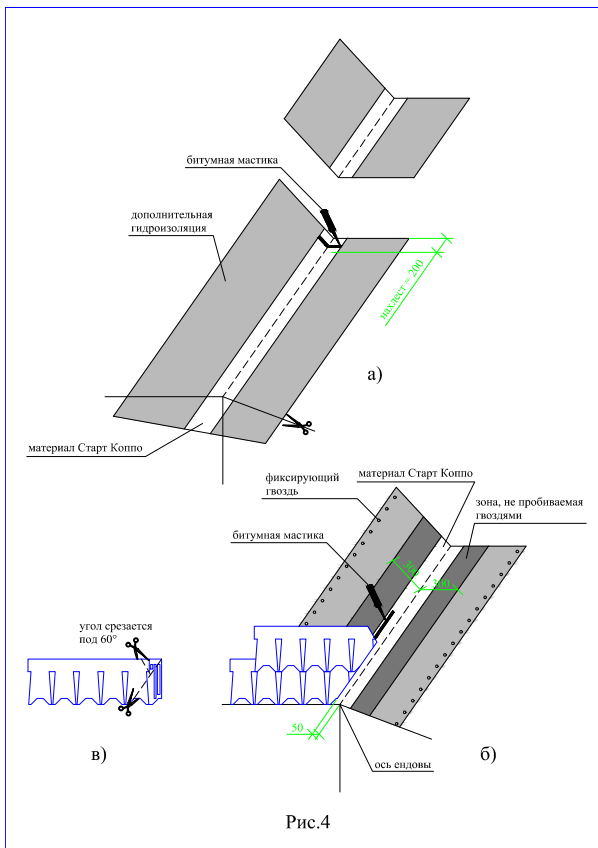

Рис.4
**Ендова (рис. 4)**
2. «Старт Коппо» укладывается с нахлестом 20 см, место нахлеста тщательно обрабатывается битумной мастикой (рис. 4)
- далее непосредственно на материал «Старт Коппо» укладываются листы черепицы, обрезанные в соответствии с заранее отбитыми линиями (рис. 4)
1. Необходимо также подрезать верхний уголок обрезанного края листа (рис. 4) для правильного стока воды;
2. Крепление обрезанного листа черепицы к материалу «Старт Коппо» осуществляется при помощи сплошной полосы битумной мастики (рис. 4);